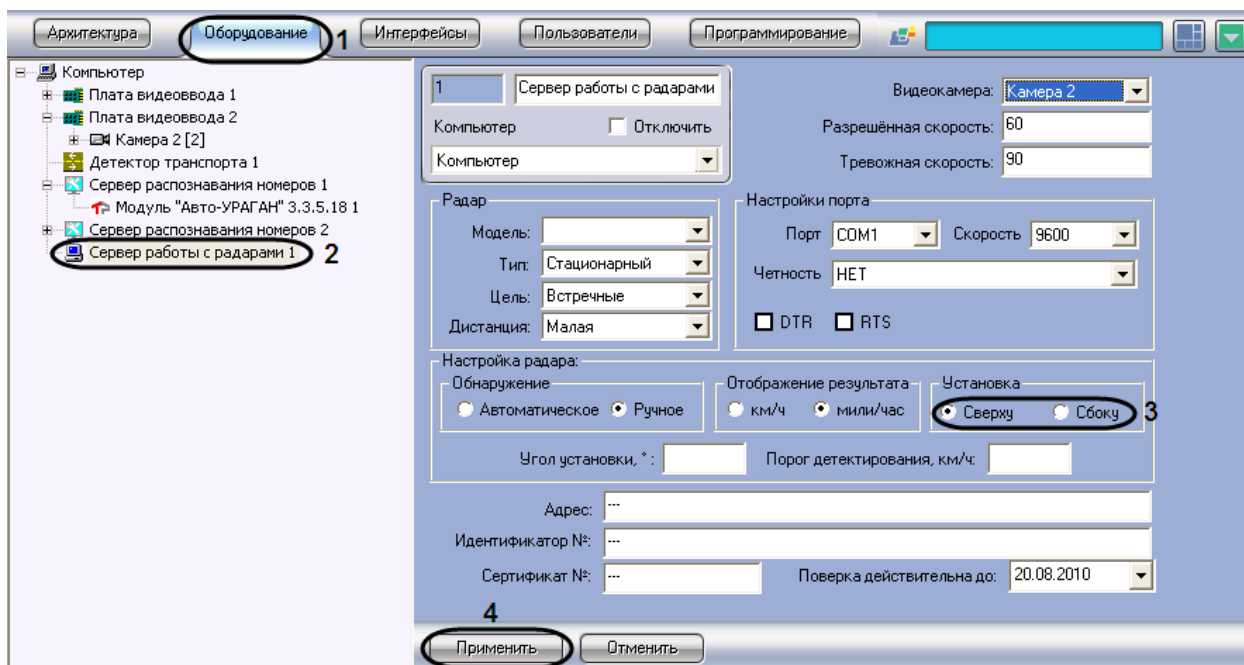

Рис. 7.3—11. Выбор параметров установки устройства «Радар» над полосой
1. В диалоговом окне «Настройка системы» перейти на вкладку «Оборудование» (см. Рис. 7.3—11, 1).
2. В дереве объектов на вкладке «Оборудование» выбрать объект «Сервер работы с радарными», соответствующий настраиваемому программному модулю «Радар» (см. Рис. 7.3—11, 2). В правой части вкладки «Оборудование» отобразится панель настройки выбранного объекта.
3. В панели «Установка» требуется установить переключатель в положение «Сверху» в том случае, если устройство «Радар» требуется устанавливать над полосой дорожного движения (см. Рис. 7.3—11, 3).